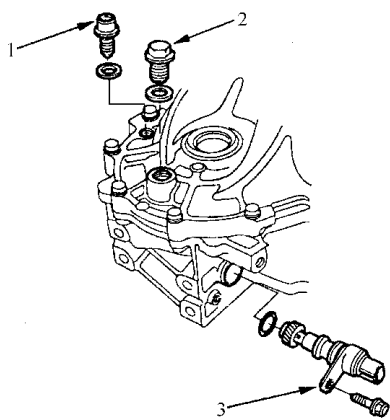

图 4-45 拆卸排放塞、注油塞和车速传感器(VSS)
3) 如图 4-45 所示，拆卸排放塞、注油塞、车速传感器(VSS)及 O 形密封圈。